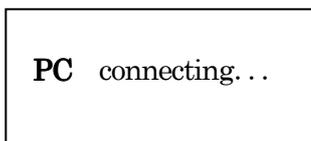

図4 PCとの接続待ち画面
- ⑤ 下記図4の様に「PC connecting...」と表示され、PCとの接続待ち状態になっている事を確認して下さい。
- ⑥ 図4の接続待ちの状態、②の手順で確認したファイルをダブルクリックして下さい。